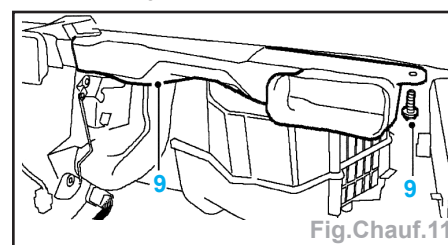

Fig. Chauff.11
- le boulon (9) du conduit de l'aérateur extérieur D au niveau du visage et déposer le conduit (Fig. Chauff.11),